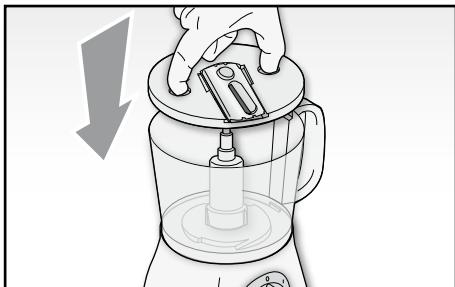

Fig. 9
- Montare il disco porta lame (I) completo sul perno motore (C), afferrandolo dagli appositi occhielli, con la lama rivolta verso l'altro (Fig. 9).
- Inserire il coperchio (O) sopra la ciotola (P) e procedere come indicato nel paragrafo "Tritare, impastare".